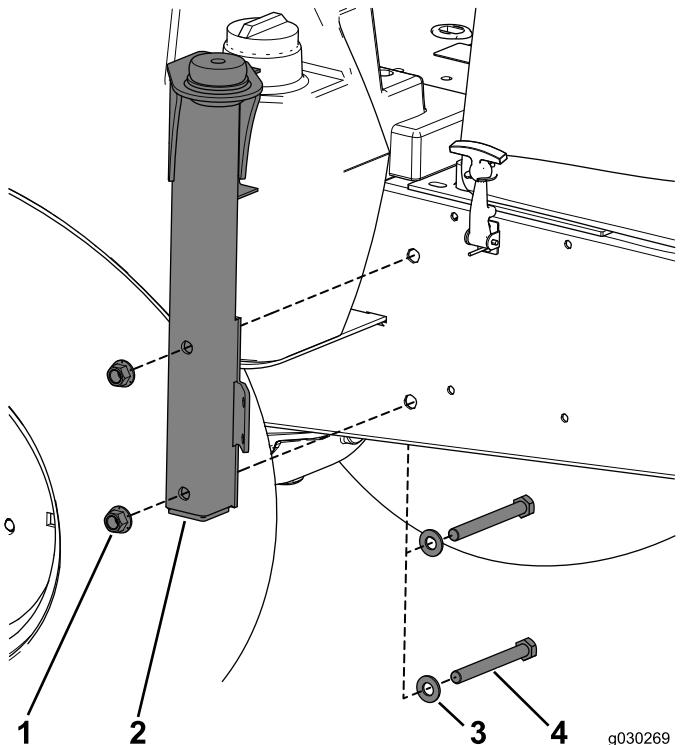

Figura 19
1. Fije el soporte izquierdo a la máquina con 2 pernos (1/2" x 4 1/2"), 2 arandelas pequeñas y 2 contratuerca (Figura 19).